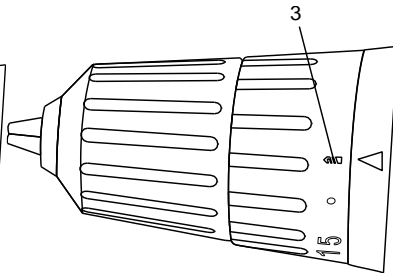

Рис. 5
- Сверление обозначено значком (3)  на вращающемся кольце (Рис. 5).